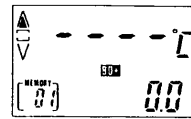

Fig. 13
- ① 熱電対入力の場合
- アップスケールでバーンアウト表示をします。(Fig. 13)
- ② 測温抵抗体入力の場合